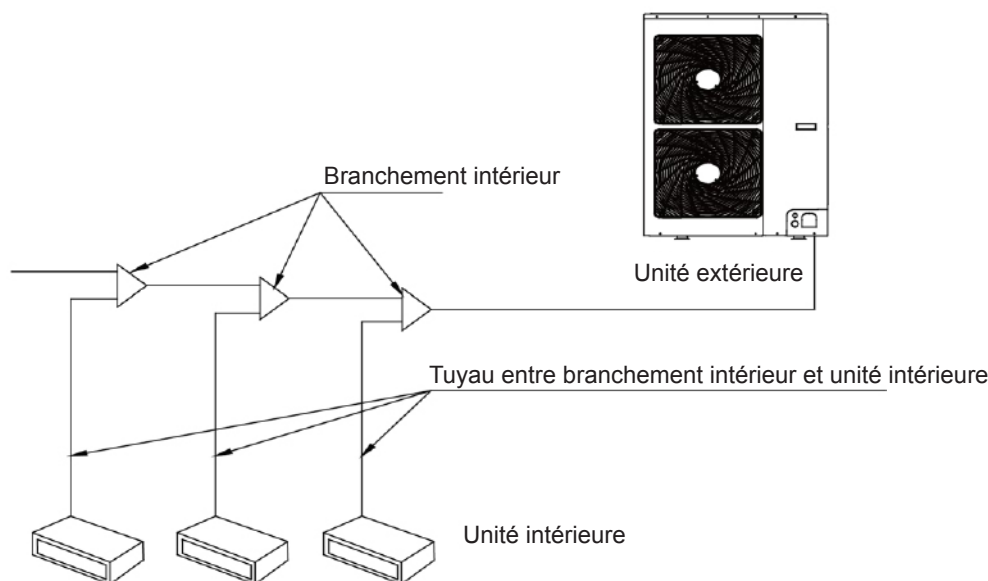

Fig. 11
- (2) Ne cintrerez pas le tuyau à plus de 90°.
- (3) Si le tuyau est cintré ou tordu de manière répétée, il durcira et deviendra difficile à cintrer et à tordre de nouveau. Évitez donc de cintrer ou tordre le tuyau plus de 3 fois.
- (4) Si le cintrage direct risque de former des cassures sur le tuyau, utilisez d'abord un cutter pour couper la couche d'isolant, comme indiqué sur la Fig. 11. Cintrerez le tuyau après l'avoir dénudé. Une fois le cintrage réalisé, enroulez le tuyau d'une couche d'isolant et assurez-la avec du ruban adhésif.